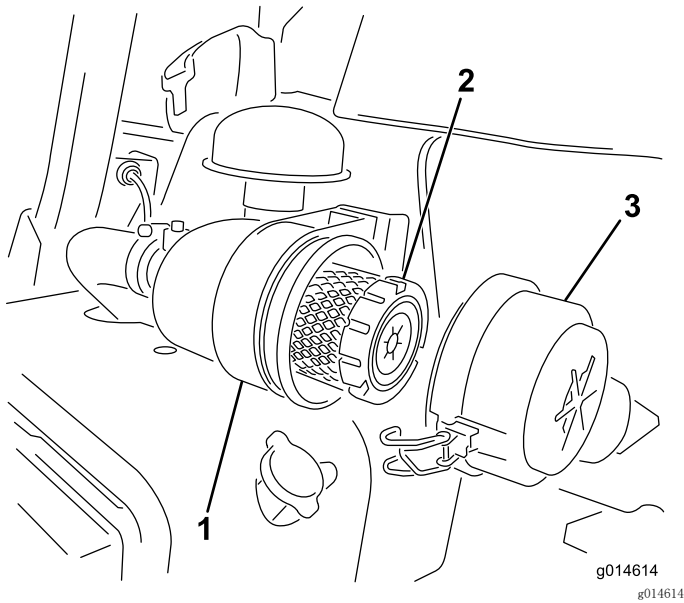

图39
1. 松开将空气滤清器盖固定到空气滤清器壳体上的搭扣（图39）。
7. 固定搭扣（图39）。